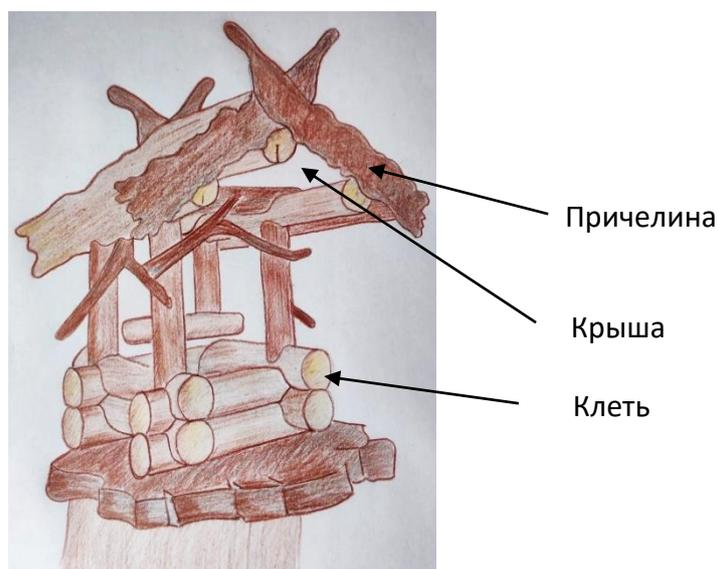

Рисунок 1 – Настольная кормушка (вариант образца изделия)
Вам необходимо разработать технологическую документацию для изготовления «Настольной кормушки» (См.Рис. 1). Кормушка состоит из двух модулей: клеть (основа, состоящая из двух венцов, при этом в каждом венце по четыре детали) и двухскатная крыша, установленная на четырёх столбиках. Вам предоставляется вариант образца изделия (См. Рис. 1).
1. Изучение технического задания. Выполнение эскиза всей клетки и чертежа одной из деталей клетки (см. Рис. 1).
Примечание. В изделии «Настольная кормушка» используются круглые рейки Ø30 (мм) для «Клетки» и «Крыши», рейки сечением 10x50 (мм) – для изготовления причелин. См. вариант образца изделия на Рис. 1.